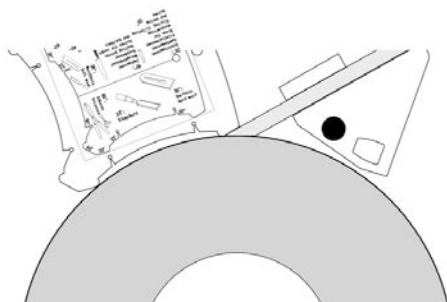

Fig. 6
3. Chaque coin du guide d'angle présente un angle qui correspond à l'encoche la plus rapprochée. Placez le guide d'angle sur la meule et vérifiez si l'outil pénètre dans l'angle de coin (fig. 6).